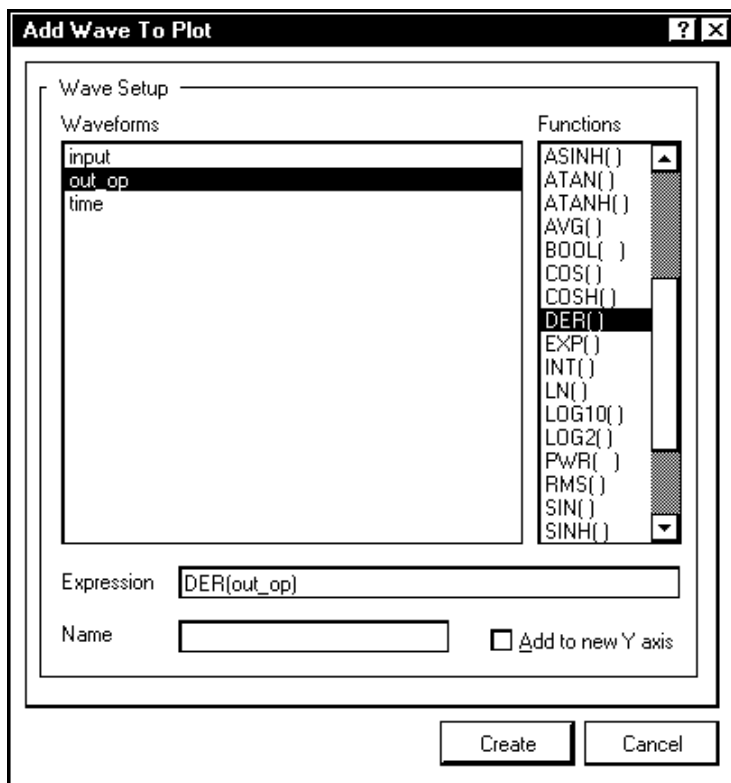

Рис. 9.24. Диалоговое окно образования нового графика
3. Щелчком на кнопке **Add** запустить построение нового графика. Открывается диалоговое окно **Add Wave to Plot** (рис. 9.24).